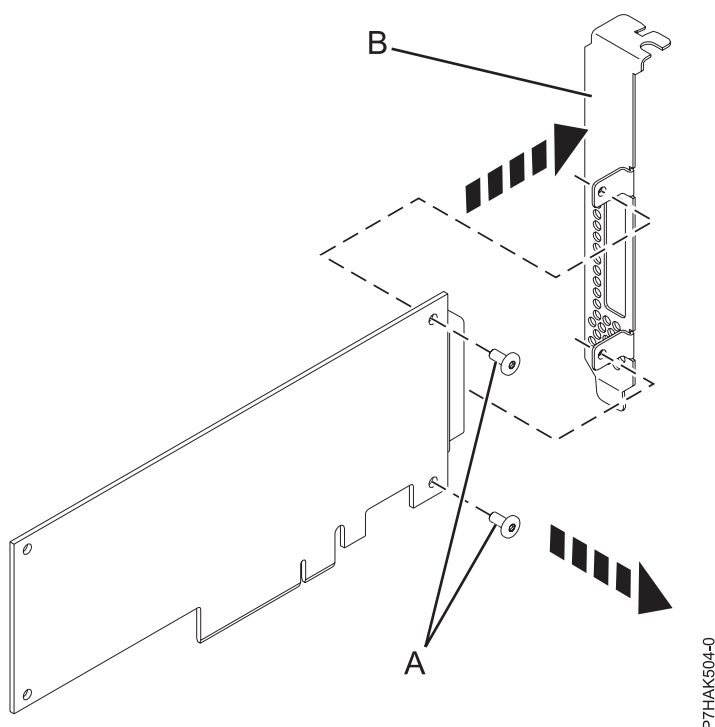

Figura 33. Extracción de la contrapunta de perfil alto de un adaptador PCI nuevo
7. Mediante un destornillador Phillips, desenrosque los dos tornillos (A) que sujetan la contrapunta (B) al nuevo adaptador PCI, como se muestra en la Figura 33.